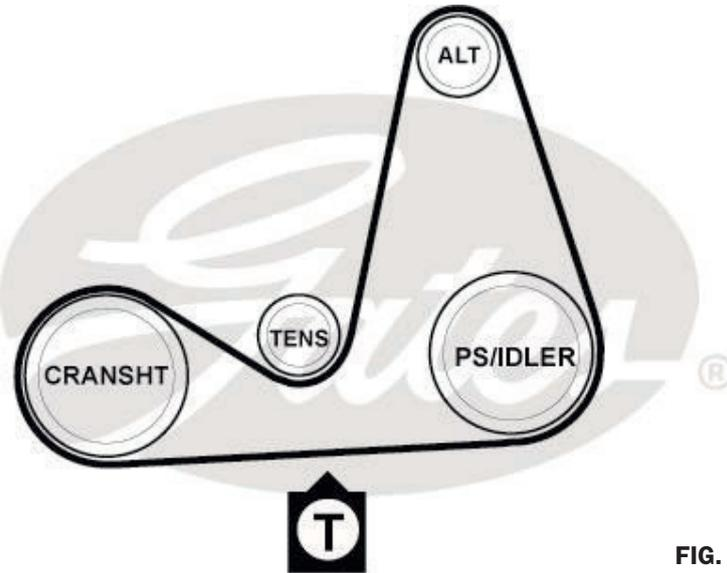

FIG. 1
8. Tendre la courroie : la courroie doit être plus tendue (avec l'outil Mot. 1638, réf. OE 0000163800) que lors de l'installation originale. Mesurer la tension en bas entre le vilebrequin (crankshaft) et la pompe de direction assistée (ou le galet enrouleur (idler) sur les véhicules sans direction assistée) (Fig.1).